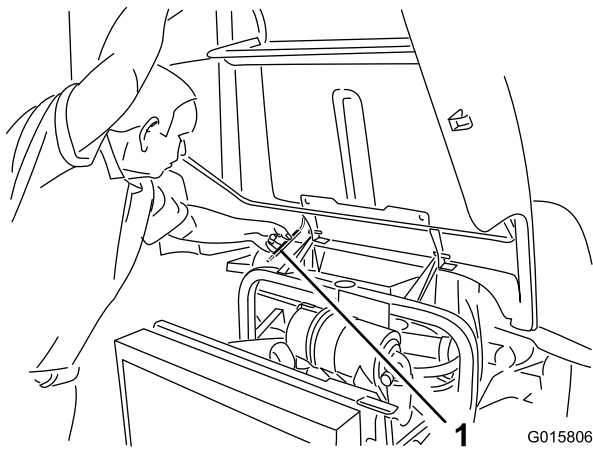

Figura 31
- Levante el capó hasta que la varilla pueda colocarse detrás del tubo del bastidor (Figura 31).